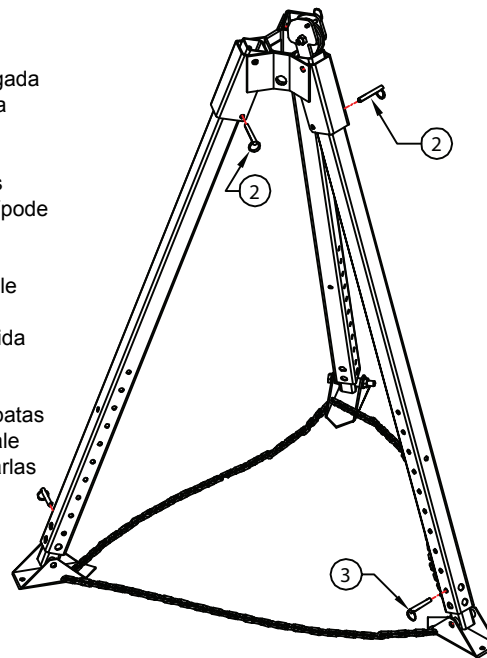

FIG. 2
3. Extienda las 3 patas por completo. Instale pasadores de retención [2] en 3 lugares de las patas para fijarlas en la posición extendida (vea la Fig. 2).